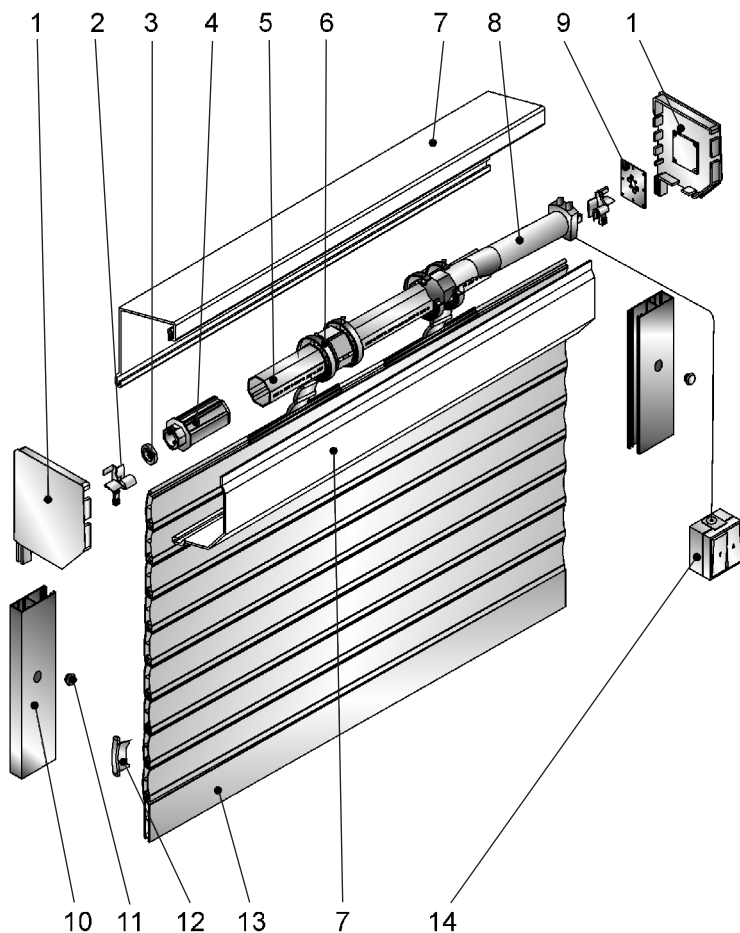

Рис.1 Комплектация роллет с электроприводом:
1.3.3 Устройство и порядок работы роллеты, оснащенной электроприводом (см. рис. 1):